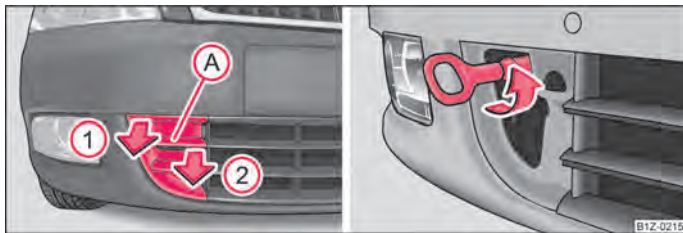
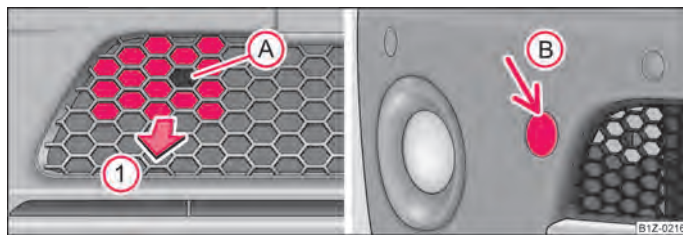

Fig. 173 Paragolpes delantero: Rejilla protectora/montaje de la argolla de remolque
Fig. 174 Paragolpes delantero del Octavia RS: Rejilla protectora/Octavia Scout: Tapa
- Introducir los dedos en el orificio **(A)** ⇒ fig. 173.
- Enroscar la argolla de remolque a mano girándola hacia la izquierda hasta el tope ⇒ **fig. 173** - lado derecho y apretar. Para fijar la argolla recomendamos utilice p. ej. la llave para rueda, la argolla de sujeción de otro vehículo u otro objeto parecido que se pueda pasar por la argolla.
- Introducir un dedo en el orificio (A) de la rejilla ⇒ **fig. 174**.
- Tirando en la dirección de la flecha (1) desbloquear la tapa y retirarla.
- Atornille manualmente la argolla de remolque hacia la izquierda hasta el tope ⇒ **fig. 173** - lado derecho, y tire de ella lo más firmemente posible.
- Presione sobre la parte superior de la tapa (B) y quítela.
- Atornille manualmente la argolla de remolque hacia la izquierda hasta el tope ⇒ **fig. 173** - lado derecho, y tire de ella lo más firmemente posible. Para fijar la argolla recomendamos utilice p. ej. la llave para rueda, la argolla de sujeción de otro vehículo u otro objeto parecido que se pueda pasar por la argolla.